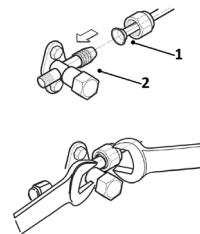

fig. 19 -
- Potriviti extremitățile conductei cu racord (part.1 "fig. 19 -") montat anterior cu cele ale racordurilor de pe unitățile interne sau de pe robinetele unităților externe (part.2 "fig. 19 -").